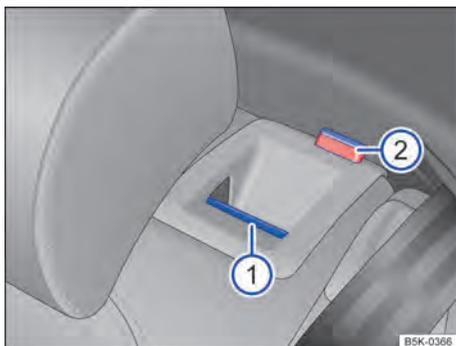

Fig. 65 No encosto do banco traseiro: botão de desbloqueio.
- Puxar o botão de destravamento → Fig. 65 ① para frente e, ao mesmo tempo, rebater o encosto do banco traseiro para frente.
- A respectiva parte de encosto do banco traseiro estará destravada quando a marcação vermelha → Fig. 65 ② estiver visível.
- A marcação vermelha → Fig. 65 ② não pode mais estar visível.